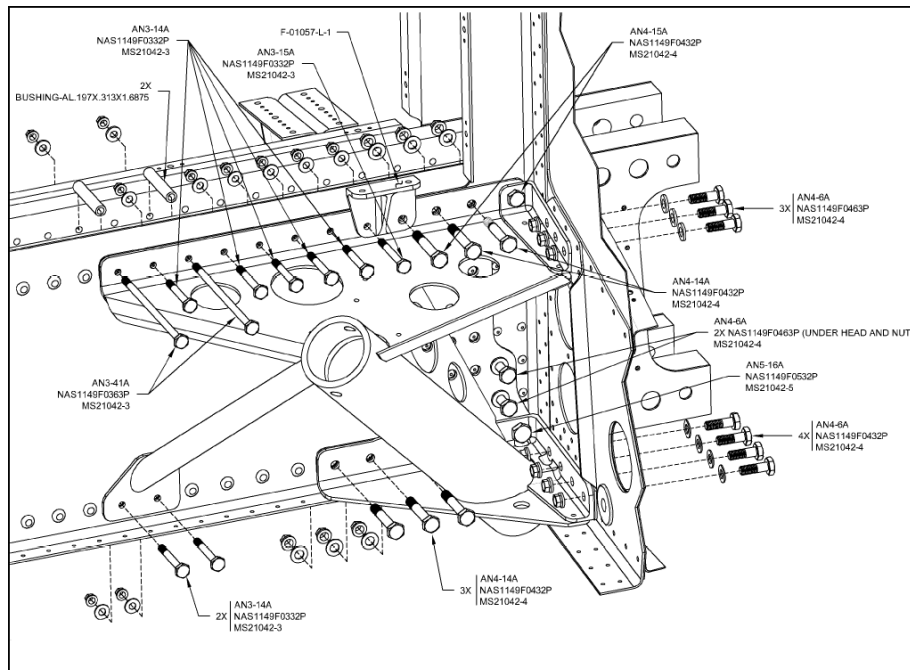

FIGURA 12: Instalação do suporte da perna do trem de pouso
Passo 41: Parafuse os suportes da perna do trem de pouso no lugar, junto com os Suportes dos Trilhos do Assento Médio F-01057-L-1 e F-01057-R-1, conforme mostrado na Figura 12. Aplique 'Boelube' nas hastes dos parafusos (não aplique nada nas roscas) e não aperte nenhuma das porcas até que todos os parafusos tenham sido iniciados nas barras de passagem.